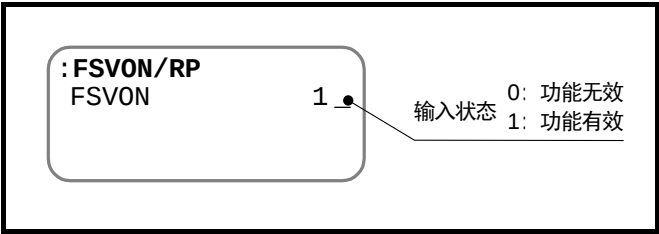

图 7-26：功能监视的显示示例
- 例如，在「图 7-26：功能监视器的显示示例」的示例中，监视 **SVON**：伺服 ON 的输入状态。假设 **SVON** 输入为 B 接点时，通过显示「1」表示伺服 ON 输入有效。